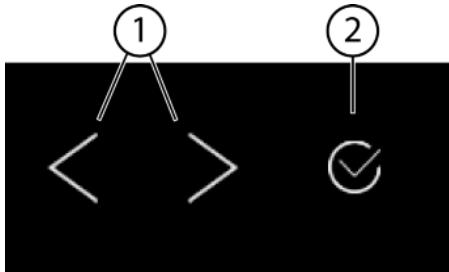
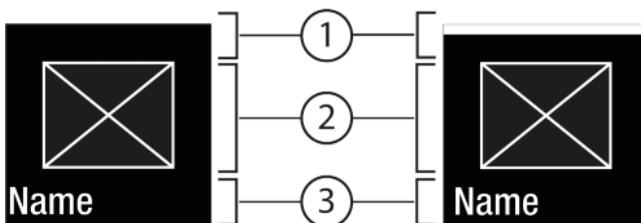
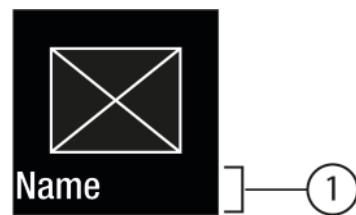

Fig. 5
Fig. 6
Fig. 7
- (1) Navigačná šípka vľavo/vpravo
(2) Potvrdiť
Navigačná šípka vľavo/vpravo Fig. 5 (1):
Potvrdiť Fig. 5 (2):
- Navigujte pomocou navigačnej šípky vľavo/vpravo Fig. 5 (1).
- Pomocou Potvrdiť Fig. 5 (2) aktivujte Fig. 6 (1)/deaktivujte Fig. 6 (1) funkciu/nastavenie.
- Pomocou Potvrdiť Fig. 5 (2) vyvolajte podmenu Fig. 7 (4).
- Nastavenie novej hodnoty: Pomocou Potvrdiť Fig. 5 (2) vyberte deaktivovanú hodnotu Fig. 6 (1).
- Späť na menu: pomocou Potvrdiť Fig. 5 (2) vyberte už aktivovanú hodnotu Fig. 6 (2).
- Navigačné šípky Fig. 5 (1) stáčajte dovtedy, kým sa nezobrazí funkcia .
- Stlačte Potvrdiť Fig. 5 (2).
- Navigačné šípky Fig. 5 (1) stáčajte dovtedy, dokým sa nezobrazí funkcia.
- Navigačnými šípkami Fig. 5 (1) zvoľte hodnotu nastavenia.
- ▷ Stav: aktivovaná Fig. 6 (1) sa krátko objaví v podmenu Fig. 7 (4).
- Navigačné šípky Fig. 5 (1) stáčajte dovtedy, kým sa nezobrazia nastavenia .
- Navigačné šípky Fig. 5 (1) stáčajte dovtedy, kým sa nezobrazí požadované nastavenie.
- Na 3 sekundy stlačte Potvrdiť Fig. 5 (2).